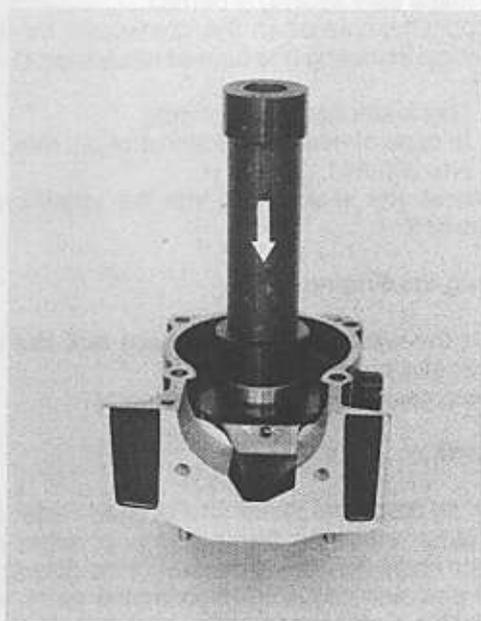

Fig. 36
3. Using the same tool press the two crankshaft bearings into the crankcase halves (Fig. 36).
3. Usando lo stesso attrezzo montare i due cuscinetti nei semicaratter (Fig. 36)